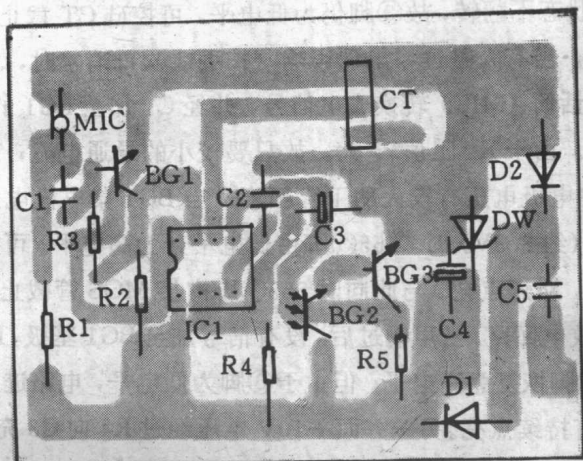

图 1-2 印刷电路板
电路的印刷电路板如图 1-2 所示。安装前最好先把各元件的安装位置检查一遍。在焊接每一个元件时, 最好再确认一下元件的引脚是否插接正确, 尤其对集成电路和晶体管。光敏三极管的安装位置应做到: 白天光线能直接射到其受光面上, 夜晚又无强光照射, 特别是路灯的光线不能直射在其受光面上。整个电路可安装在一个小塑料盒 (如肥皂盒) 里。
6 反相器 CD4069 的封装形式及引脚功能见附图 1-2。接通电源时，+13V 电压经 C3 耦合加至 6 反相器 CD4069 中的一个反相器 U1A 的输入端①脚，于是 U1A 输出低电平，加至 U1B 输入端③脚，U1B 输出高电平。该高电平一路经 R1 使 U1A 的输入端继续保持高电平，起自锁作用；另一路送 U1C 倒相后变成低电平经 R3 加至 Q1 基极，使 Q1 截止，继电器 J 不吸合，灯不亮。Q1 截止，其集电极高电平，经 R2 加至反相器 U1D 输入端⑧脚对 C2 充